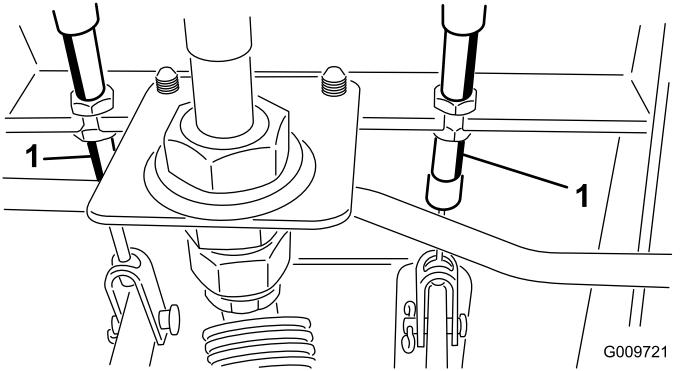

Figura 75
- A. Afloje la tuerca delantera del extremo roscado del cable de freno (Figura 75).